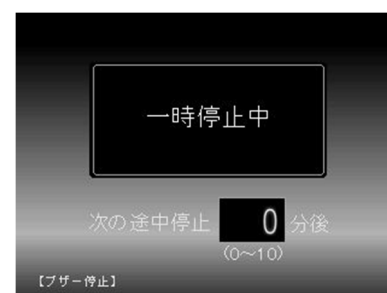

図 7-50
- 乾燥工程で途中停止を設定すると途中停止動作を行い、途中停止中画面が表示されます。(図 7-50)